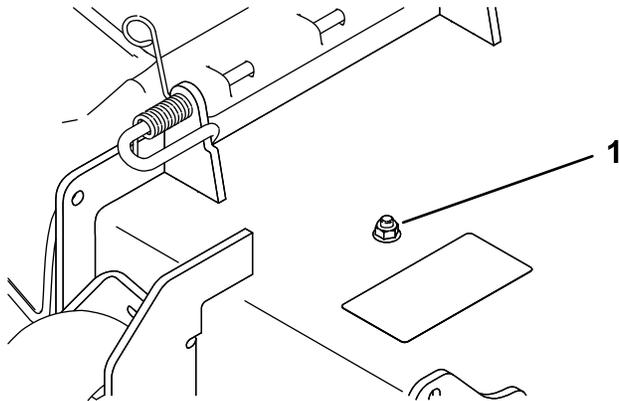
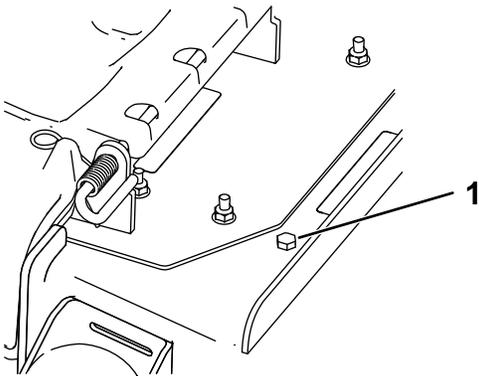

Figure 8
Figure 9
1. Retirez l'écrou et le boulon de l'emplacement indiqué à la Figure 8 ou la Figure 9.